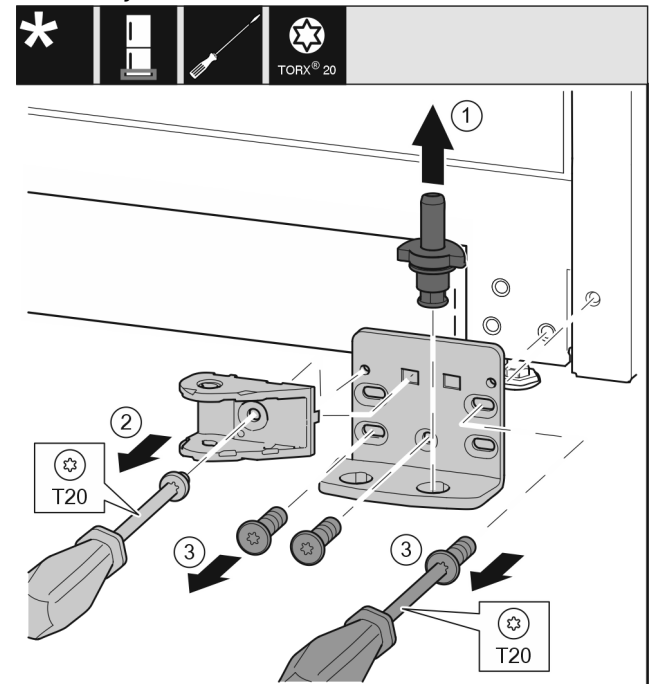

Fig. 34 *
- ▶ Izvucite podložak ležaja kompletno prema gore. Fig. 34 (1)*
- ▶ Odvijačem T20 odvijte vijke i skinite spojni element prigušivača zatvaranja. Fig. 34 (2)
- ▶ Odvijačem T20 odvijte vijke i skinite podložak ležaja. *Fig. 34 (3)**